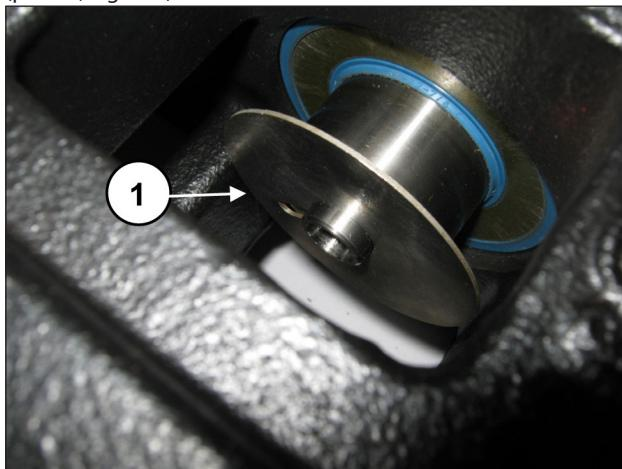

Fig. 182
Posizionare il paraspruzzi nell'alloggiamento sul guida pistone (pos. ①, Fig. 182).